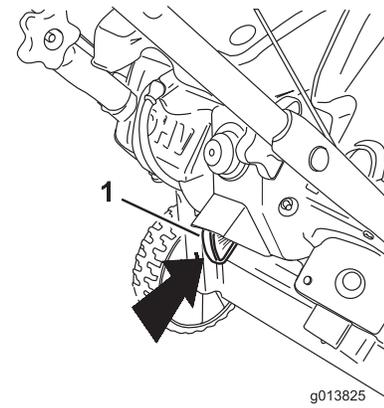

Figure 11
1. Enfoncez complètement la clé de contact à la position CONTACT (Figure 11).